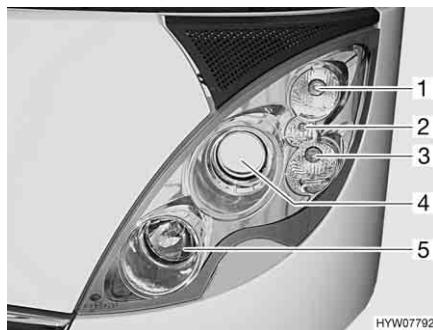
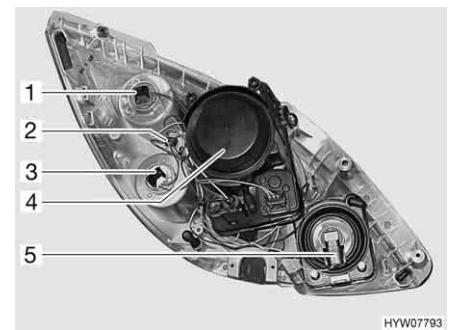

Fig. 149 Fari anteriori (lato anteriore)
Fig. 150 Fari anteriori (lato posteriore)
Indicatore di direzione (Fig. 149,1 e Fig. 150,1)
Luce di posizione (Fig. 149,2 e Fig. 150,2)
Luce diurna (Fig. 149,3 e Fig. 150,3)
Faro anabbagliante (Fig. 149,4 e Fig. 150,4)
**Abbagliante (Fig. 149,5 e